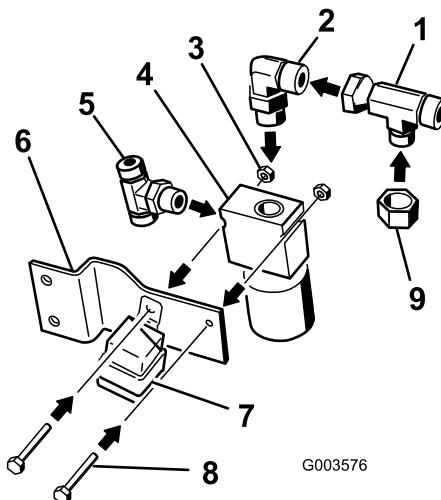

Bild 12
1. Montieren Sie die Anschlussstücke mit den Winkeln, die in den Bildern angegeben sind. Montieren Sie das T-Stück seitlich am Ventil. Siehe Bild 12 für das richtige T-Stück.
2. Montieren Sie einen kleinen 90-Grad-Krümmer oben am Ventil (Bild 12).
3. Befestigen Sie den T-Adapter am 90-Grad-Krümmer. Siehe Bild 12 für das richtige T-Stück.
4. Montieren Sie die Abdeckkappe am T-Adapter (Bild 12).
6. Befestigen Sie das Ventil mit zwei Schrauben ($\frac{1}{4}$ " x $1\frac{3}{4}$ ") und zwei Muttern ($\frac{1}{4}$ ") an der Ventilhalterung, siehe Bild 12.